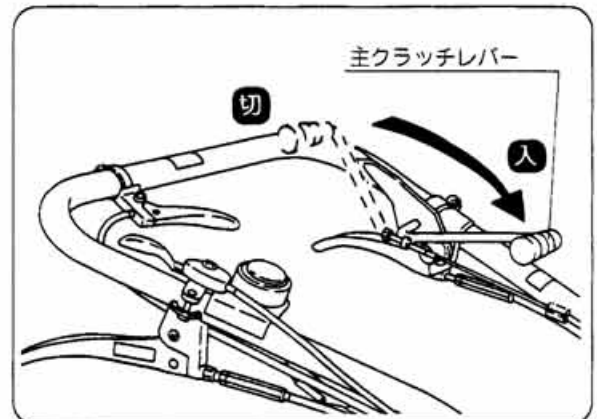

図11
③ 主クラッチレバーをゆっくり前方に押してください。(図11)